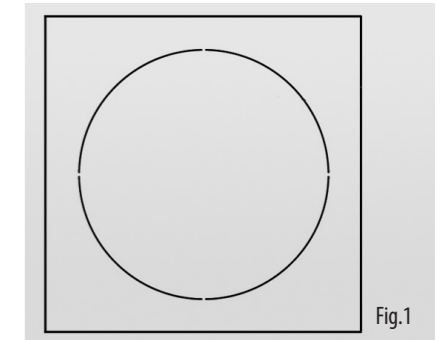
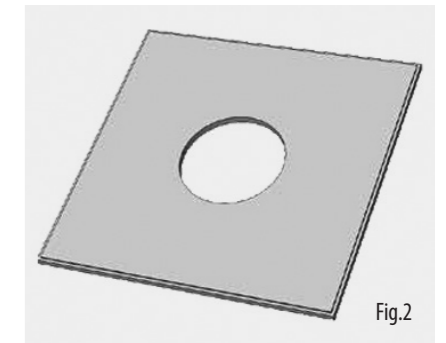
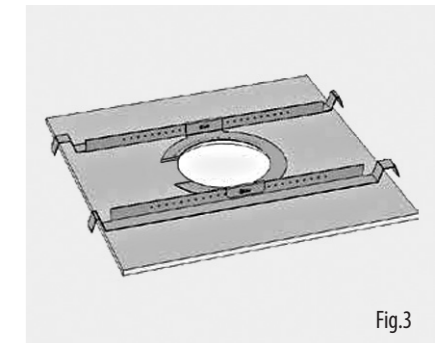

Fig.1
Fig.2
Fig.3
2. Les enceintes sont livrées avec un serre-câble d'enceinte standard (Fig.1) et un presse-étoupe en option pour les applications EN5424 (Fig.2). (Veuillez noter que la norme EN5424 ne couvre pas les subwoofers CVS 801S et CVS801SLZ.)
- Entfernen Sie die Deckenplatte von ihrem Rahmen und legen Sie sie auf eine ebene Fläche. Markieren Sie den ausgeschnittenen Bereich auf der Deckenplatte, indem Sie die bereitgestellte Vorlage nachzeichnen. (Abb.1)
- Schneiden Sie das Loch in der Deckenplatte mit einer Kreissäge oder Polstersäge aus (Abb. 2). Legen Sie den C-Ring und die Fliesenbrücke auf die Deckenplatte, richten Sie den C-Ring über dem Loch aus und schrauben Sie den C-Ring mit den mitgelieferten Befestigungen an der Fliesenbrücke fest. (Abb. 3)